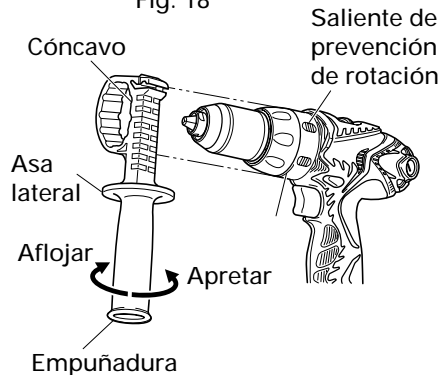

Fig. 19
- (1) Instale el asa lateral de manera que los salientes de la unidad principal encajen en las ranuras del asa lateral. Apriete la empuñadura después de comprobar que el asa lateral no se encuentre encima del saliente de prevención de deslizamiento. (Fig. 19)
- (2) Para desmontar el asa lateral, afloje la empuñadura.